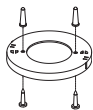
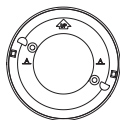

FIGURE 1
FIGURE 2
- 3). Après avoir choisi la position appropriée du détecteur de fumée en suivant les recommandations du chapitre 1, fixez la platine de montage au plafond, comme illustré sur la Figure 1. Pour le montage mural, voir Figure 2. Présentez la platine de montage sur le mur. Veillez à tourner le texte "UP" et la flèche vers le haut. Utilisez les vis et les chevilles fournies pour fixer la platine de montage. Le montage avec vis et chevilles est préconisé.